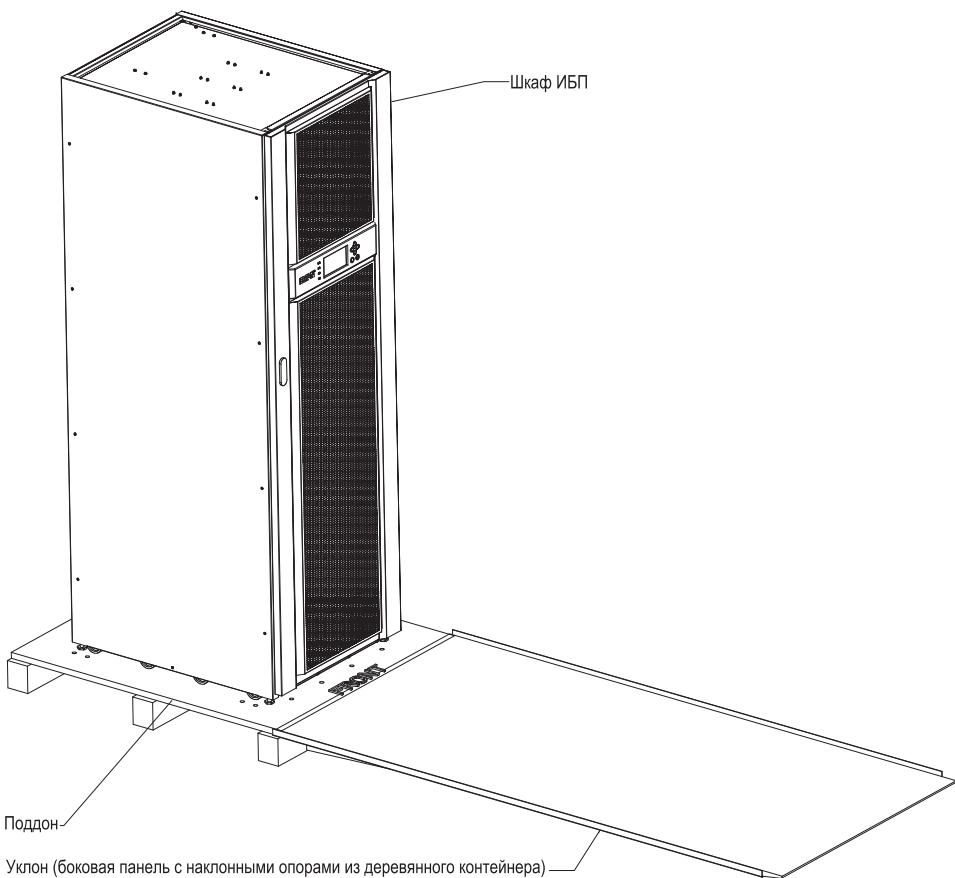

Рис. 4-2: Крепеж уклона к поддону
3. Установите уклон перед поддона (см. рисунок 4-2):